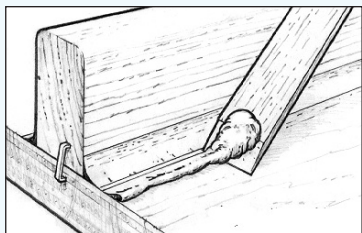

Figure 14 Nettoyer l'excédent d'époxy à l'extérieur des marges du congé
3. Retirez l'excédent d'époxy restant à l'extérieur des marges en utilisant un stick de mélange ou une spatule de vitrier (Figure 14). Un tissu ou une bande de fibre de verre peut être appliqué sur la zone du congé avant que ce dernier ait durci (ou après durcissement et ponçage du congé).